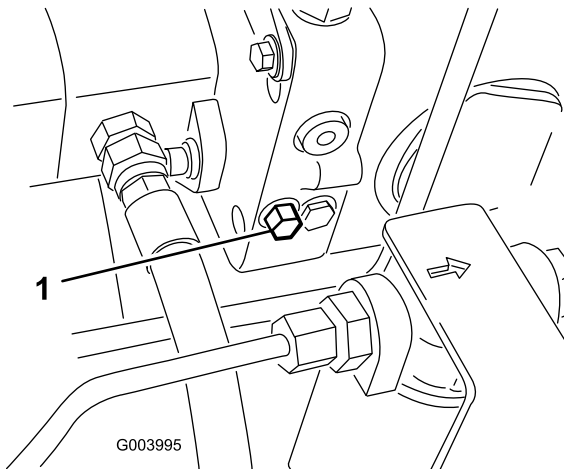

Figura 56
1. Fate ruotare di un giro e mezzo il bullone della valvola di bypass per aprire e lasciare bypassare l'olio all'interno (Figura 56).